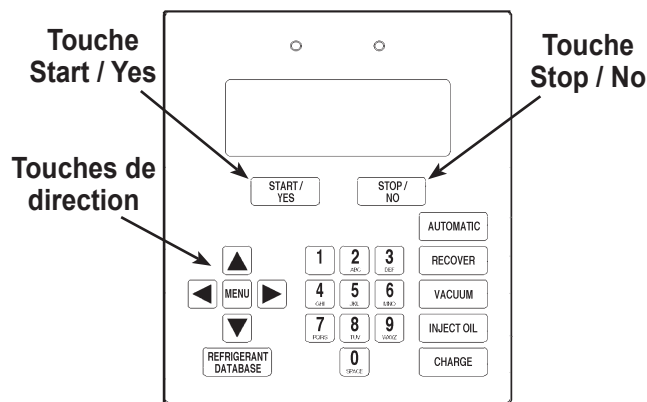

Figure 2
1. Utilisez les touches de direction **VERS LE HAUT** et **VERS LE BAS** pour passer entre les choix : anglais, espagnol ou français. Reportez-vous à la Figure 2.